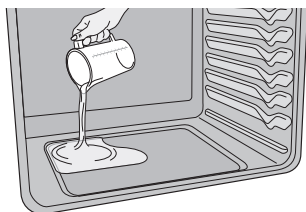

Figure 43 : Verser 1 tasse d'eau
3. Verser 1 tasse d'eau du robinet dans la cavité de la sole du four. (Figure 43) Fermer la porte du four.